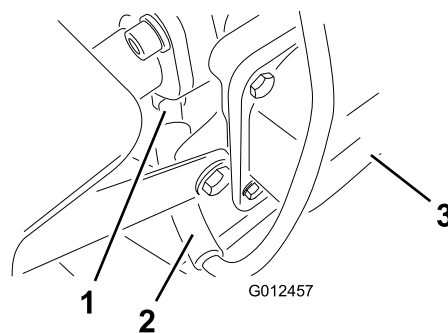

Figure 26
6. Débranchez le fil de la bougie (Figure 26).
8. Enlevez la bougie et la rondelle métallique (Figure 26).
3. Branchez la bougie (Figure 26).